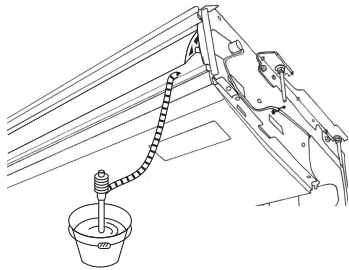

Fig. 5-3
5. ตรวจสอบการระบายน้ำให้ถูกต้อง (Fig. 5-3)